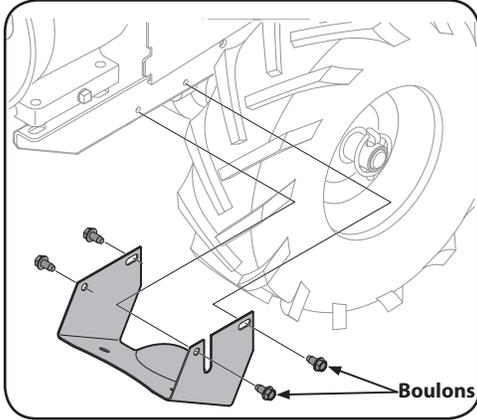

Figure 5-4
- Retirez les quatre boulons hexagonaux d'1/4-20 qui fixent le couvercle des poulies au châssis, puis retirez le couvercle. Voir Figure 5-4. Gardez le couvercle dans un endroit sûr pour utilisation ultérieure.